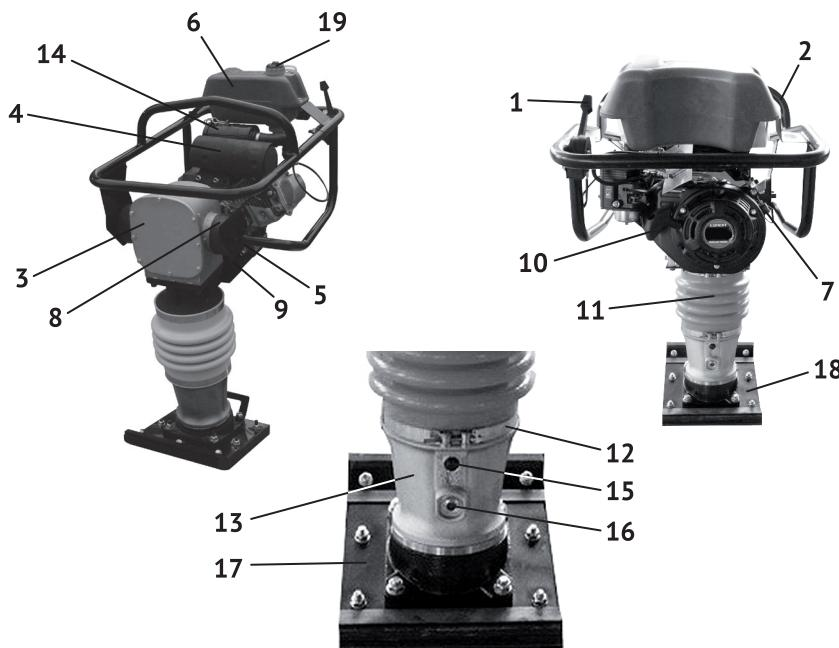

рис.1
2.4 Общий вид вибротрамбовки представлен на рис.1
Основным несущим узлом вибротрамбовки является массивный металлический корпус редуктора (рис.1 поз.3), который через виброамортизаторы (рис.1 поз.8) крепится к трубчатой раме-рукоятке (рис.1 поз.2). К корпусу редуктора крепится металлическое основание (рис.1 поз.9) с двигателем. Трамбующий механизм кривошипно-шатунного типа крепится снизу к корпусу редуктора. На его нижнем фланце прикручен башмак, имеющий форму «лыжи» с загнутым краем.
Открутите крышку топливного бака (рис.1 поз.19). Заливайте бензин в топливный бак не более чем на 1 см ниже уровня основания заливной горловины. Перед запуском двигателя тщательно протрите крышку бензобака, удалив возможные при заправке брызги топлива.
Открутив пробку (рис.1 поз.15) залить в цилиндр масло требуемой марки (см. пункт 2.2) до середины смотрового окна (рис.1 поз.16).
- медленно потяните за ручку стартёра (рис.1 поз.10) до появления сопротивления, а затем резким движением вытяните трос на всю длину. Повторите действие ещё раз, если двигатель не завёлся;
При перемещении рычага дроссельной заслонки (рис.1 поз.1) от символа «черепаха» к символу «заяц», увеличиваются обороты двигателя и, после срабатывания центробежного сцепления, трамбующий механизм начнёт работу. Частота ударов и скорость движения регулируются нажатием на рычаг дроссельной заслонки.